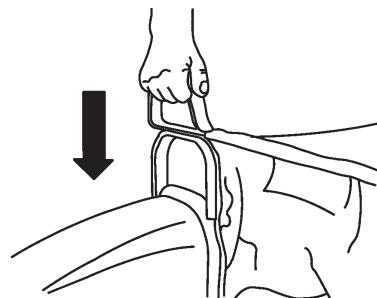

Figure 99
- Saisir la poignée du sac et la glisser sur le collet de la chute d'herbe (Fig. 99). Pousser la poignée vers le bas jusqu'à ce qu'elle soit correctement installée.